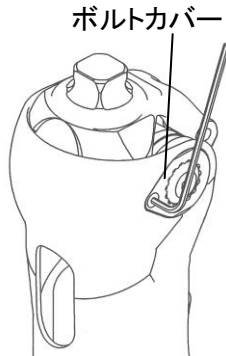

図7.
- 2) 六角レンチ（1.5mm）を使用し回り止めネジをはずします。（図7参照）